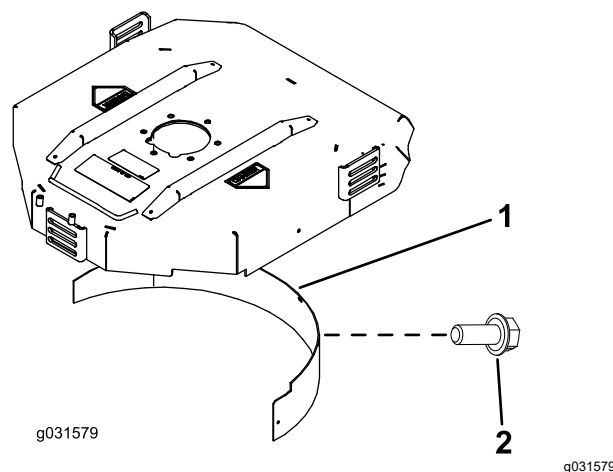

Figura 20
2. Instale el deflector de mulching en el hueco trasero y fíjelo con 5 pernos con arandela prensada (Figura 20).